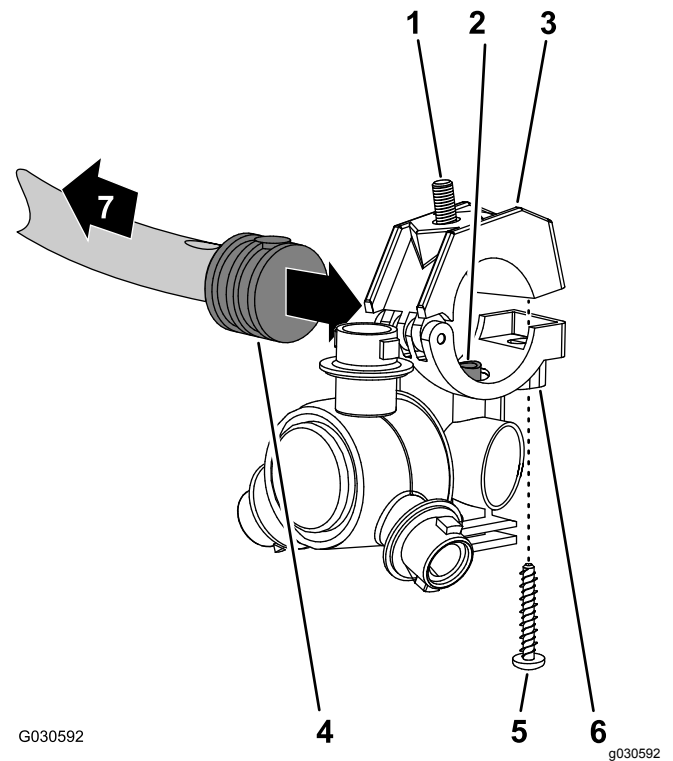

Bild 77
- Arbeiten Sie mit den Sprühdüsen, die Sie in 12 Entfernen der Sprühdüsenschläuche für das System mit drei Abschnitten \(Seite 33\) entfernt haben und fluchten Sie den Transferschlauch im Sattel einer Sprühdüse (Bild 77) mit dem Loch in der Seite des gezahnten Einzelschlauchschafts (1/2") aus.
- Schließen Sie die obere Klemmenhälfte halb um den gezahnten Schlauchschafft und befestigen die Klemmenhälfte und das Sprühdüsengehäuse (Bild 77) mit der Edelstahlschraube (Nr. 12 x 1-1/4"). Ziehen Sie die Edelstahlschraube bis auf 226–282 N·cm an.